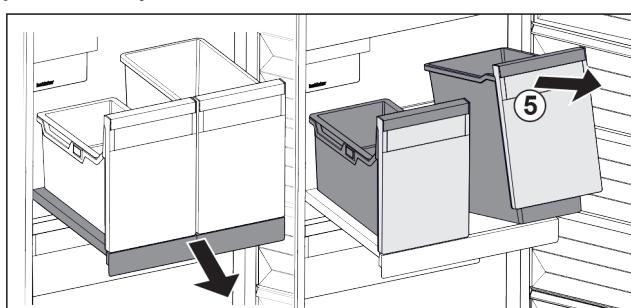

Fig. 101
- ▶ Nádobu Fig. 101 (5) vpředu nadzvedněte.